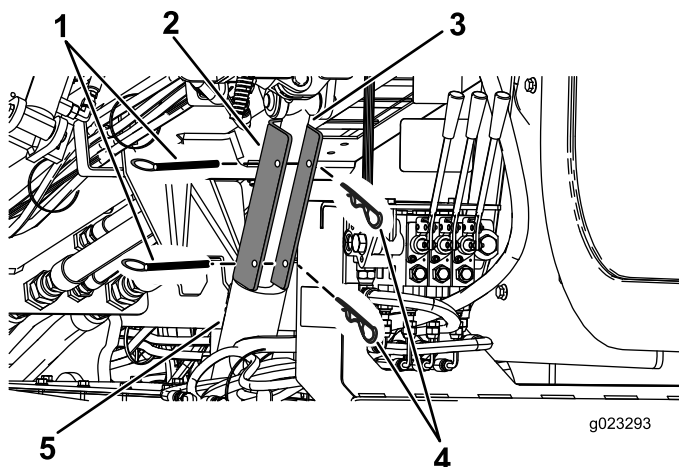

Figure 62
4. Placez le dispositif de blocage de vérin sur la tige du vérin (Figure 62).
5. Fixez le dispositif de blocage du vérin avec la goupille fendue et l'axe de chape (Figure 62).
4. Enlevez la goupille fendue et l'axe de chape qui retiennent le dispositif de blocage de vérin (Figure 62).